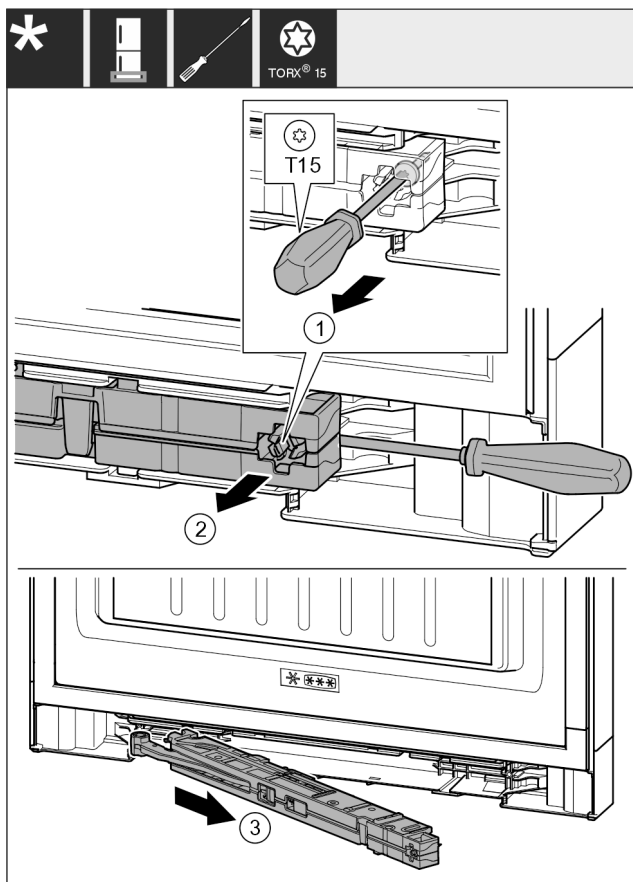

Fig. 17
- ▶ Šroub na jednotce tlumiče zavírání povolte šroubovákem T15 o cca 14 mm. Fig. 17 (1)
- ▶ Šroubovákem na straně madla zajedťte za jednotku tlumiče zavírání. Otočte jednotku dopředu. Fig. 17 (2)
- ▶ Vytáhněte jednotku. Fig. 17 (3)